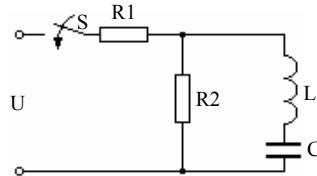

Рис. 15.6
**6. Исходные данные.** Цель, изложенная на рис. 15.6, подключается к источнику с напряжением  $u = U_m \sin(\omega t + \psi)$  в момент времени, когда  $u(0) = kU_m$  (табл. 15.6).